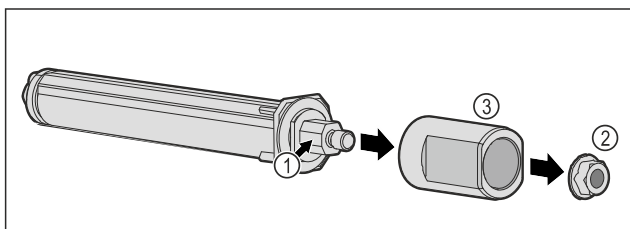

Fig. 58
- ▶ Ne razstavite sistema za zaklepanje vrat Fig. 58 (1).
- ▶ Odstranite matico Fig. 58 (2).
- ▶ Snemite tulec Fig. 58 (3).